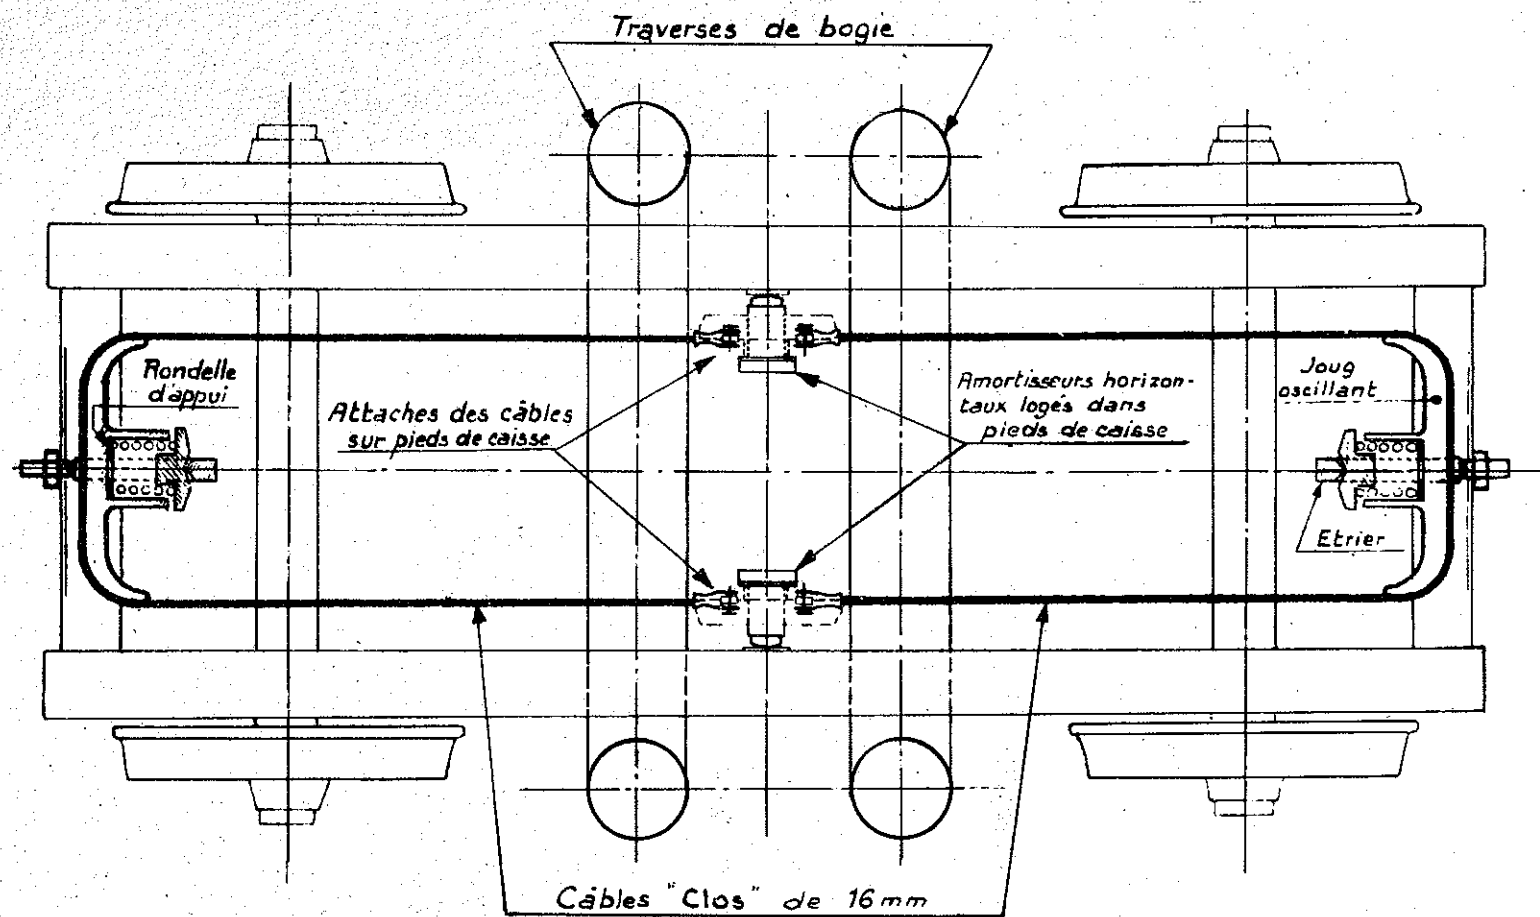

Figure 13 Liaison caisse-bogie d'autorail 300 ch U
- Figure 13 - Liaison caisse - bogie d'autorail 300 ch U.